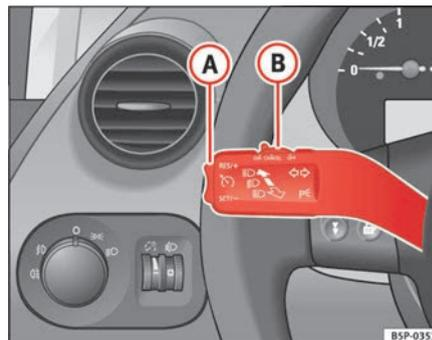

Abb. 145 Blinker- und Fernlichthebel: Schalter und Wippe für die Geschwindigkeitsregelanlage
- Schieben Sie den Schalter ⇒ Abb. 145 **(A)** nach links auf **ON**.